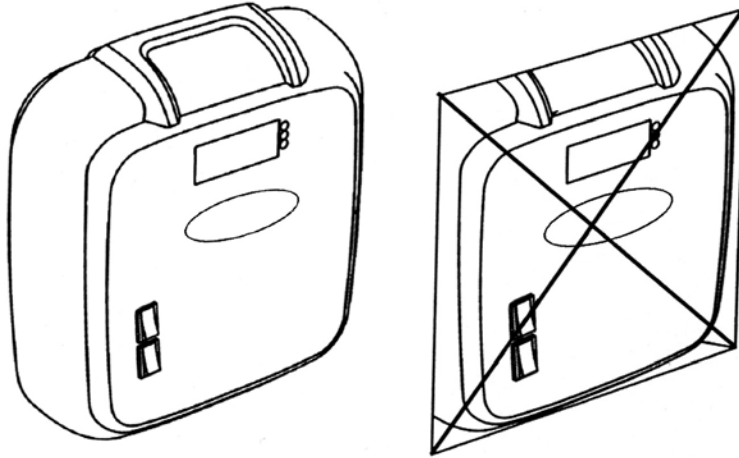

Abb. 3. Die Steuerzentrale darf nicht in die Wand eingelassen werden.
- Die Steuerzentrale darf nicht in die Wand eingelassen werden. Abb. 3.